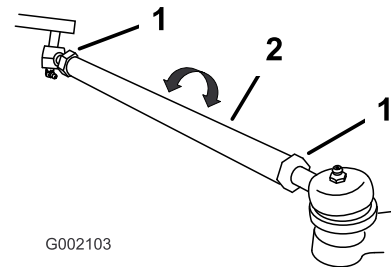

Figura 39
2. Si la medida no está dentro del intervalo especificado (consulte las dimensiones y los parámetros que figuran al principio de este procedimiento), afloje las contratuercas en ambos extremos de las bielas (Figura 39).